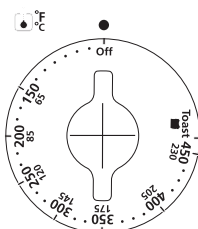

Figura 1
2. **Perilla de Control de Temperatura** - Ajuste el termostato a la temperatura deseada. (Ver Figura 1)